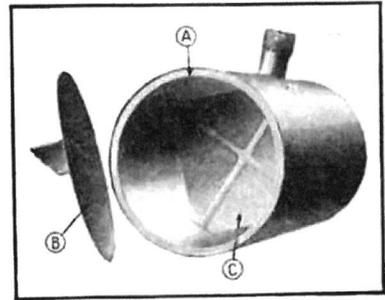

Fig. 249. — Réservoir à essence ouvert pour réparation.
- 8—Enlever les 4 boulons fixant le réservoir sur les coquilles (*fig. 249*).